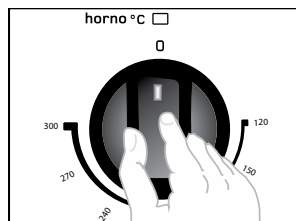

Figura 35
- Que la perilla esté en la posición de apagado (Ver figura 35).